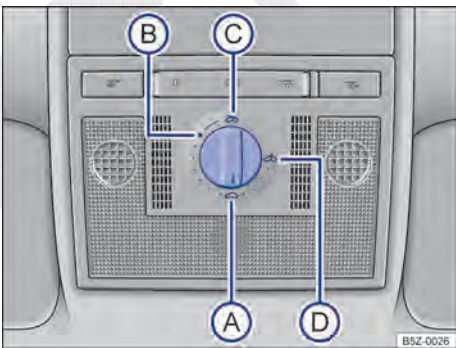

Fig. 34 No revestimento do teto: interruptor rotativo do teto solar.
Girar o interruptor rotativo ⇒ Fig. 34 para a posição desejada para regular as seguintes posições do teto solar:
- Girar o interruptor rotativo para a posição ⇒ Fig. 34 (A) e puxar para baixo na área posterior, até que o teto solar esteja completamente fechado.